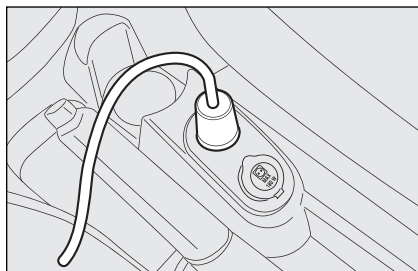
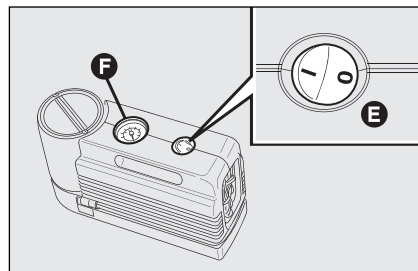

fig. 17
fig. 18
□ controleer of de schakelaar **E-fig. 18** van de compressor in stand **0** (uitgeschakeld) staat, start de motor, steek de stekker **D-fig. 17** in de contactdoos voor de aansteker en schakel de compressor in door schakelaar **E-fig. 18** in stand **I** (ingeschakeld) te zetten. Pomp de band op tot de juiste bandenspanning is bereikt (zie de paragraaf “Bandenspanning” in het hoofdstuk “Technische gegevens”). Controleer de bandenspanning op de manometer **F-fig. 18**. Voor een nauwkeurige aflezing moet de compressor worden uitgeschakeld;